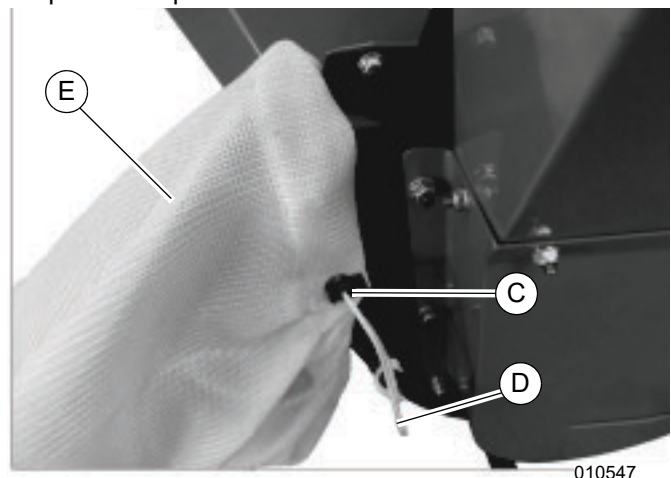

Figure 3-4. Pose du sac collecteur (2 de 2)
1. Voir **Figure 3-4**. Pincer le serre-cordon (C) et tirer sur le cordon (D) pour serrer le sac collecteur (E) fermement autour des pattes du carter puis relâcher le serre-cordon.